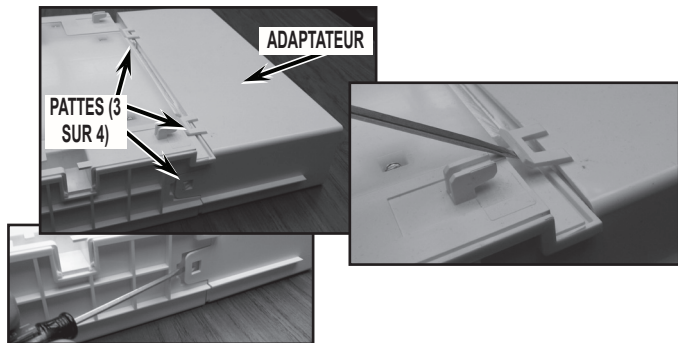

FIGURE 11
14. Retirer l'adaptateur de la boîte à glace. À l'aide d'un tournevis à lame plate, dégager les 4 languettes maintenant l'adaptateur à la boîte à glace. Jeter l'adaptateur. Voir *Figure 11*.